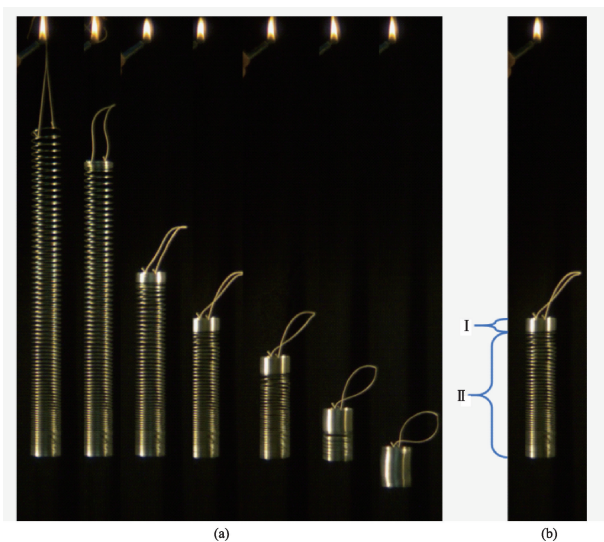

图2 (a) 弹簧一端释放后下落的频闪照片;
实验表明,当弹簧被静止悬挂然后释放,它会逐渐从顶部收缩,而其下面部分保持静止(如图2所示)。随着时间推进,收缩部分就像一个固体块一样运动,并且增加了额外的弹簧圈数,同时底下静止部分变得更短。弹簧上的每个点直到运动部分到达它时才开始运动。直到弹簧彻底收缩并达到它的原长 L_0 时,弹簧底部才开始运动。
2.2 在本小题中, l 被用来表示为第I部分(图2, 运动部分)和第II部分(图2, 静止部分)之间的边界坐标。在某一时刻, 静止部分的质量仍然满足 $m(l) = \frac{l}{L_0} M$, 运动部分以一致的瞬时速度 $v_l(l)$ 运动。试说明在这个时刻(仍然存在静止部分)运动部分的速度的表达形式为 $v_l(l) = \sqrt{Al+B}$, 且求出常数 A 和 B , 用参数 L_0, g 和 α 来表示。